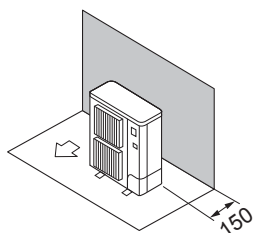

Fig. 2-3
- ① Окружающие предметы - только сзади (Fig. 2-3)